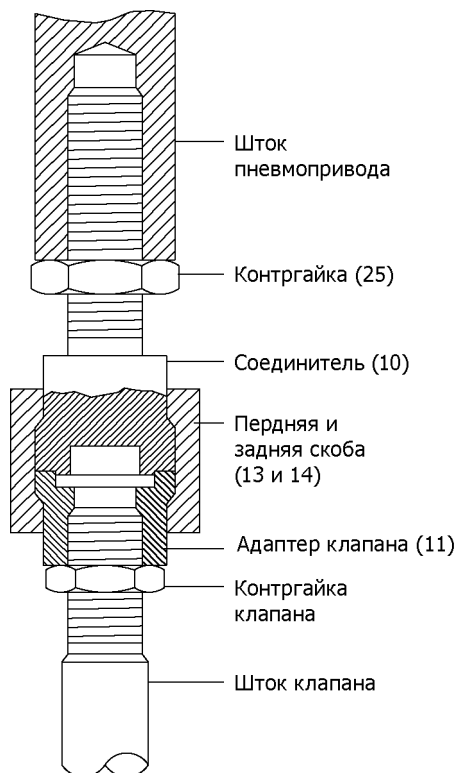

Рис. 5 Установка пневмопривода на клапан
- При плунжере плотно прижатом к седлу клапана выкручивайте верхнюю соединительную муфту (10) из штока пневмопривода, до тех пор, пока она не коснется адаптера (11) (Рис. 5)
- Соберите переднюю и заднюю скобу (13) и (14) на штоке поверх адаптера (10) и (11) и слегка затяните фиксирующие болты (26) и (27). Для того, чтобы все компоненты встали на свои места четыре раза прогоните шток клапана от положения полностью закрыт к положению полностью открыт. Затяните гайки усилием 2 Н м.